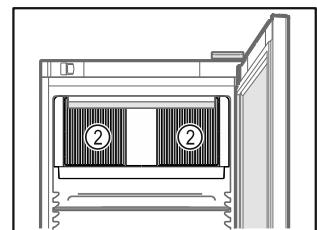

Fig. 61
- ❑ Lüftungsschlitz Fig. 61 (2) des Umluftgebläses im Innenraum freihalten.